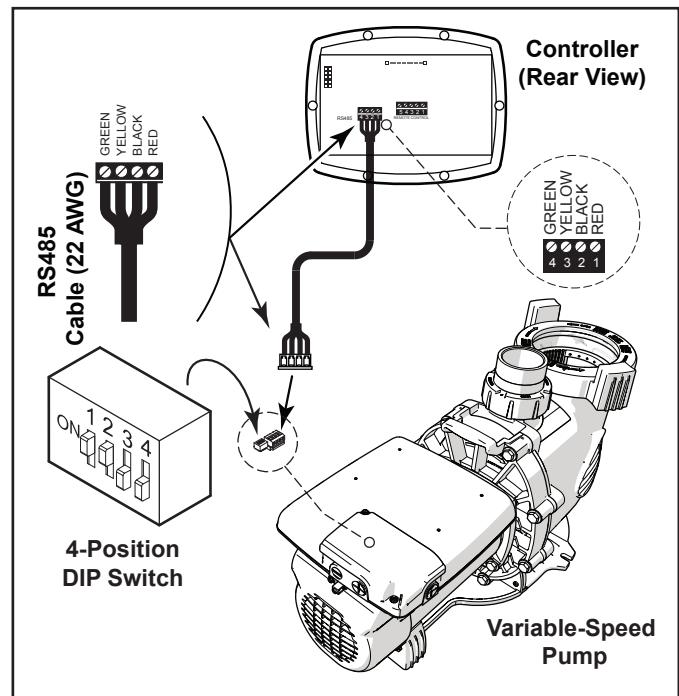

Figure 6. Câblage JEP-R VSP contrôleur
4. Attacher les quatre (4) fils RS-485 au connecteur RS-485. Faire correspondre les couleurs de fil avec les positions sur le connecteur. Voir "Figure 6. Câblage JEP-R VSP contrôleur"
6. Positionner les commutateurs DIP 1 et 2 à la position ON (marche) et les commutateurs DIP 3 et 4 à la position OFF (arrêt). Voir "Figure 6. Câblage JEP-R VSP contrôleur"
7. Raccorder l'autre extrémité du câble au régulateur. Faire correspondre les couleurs des fils avec les positions. Voir "Figure 6. Câblage JEP-R VSP contrôleur"